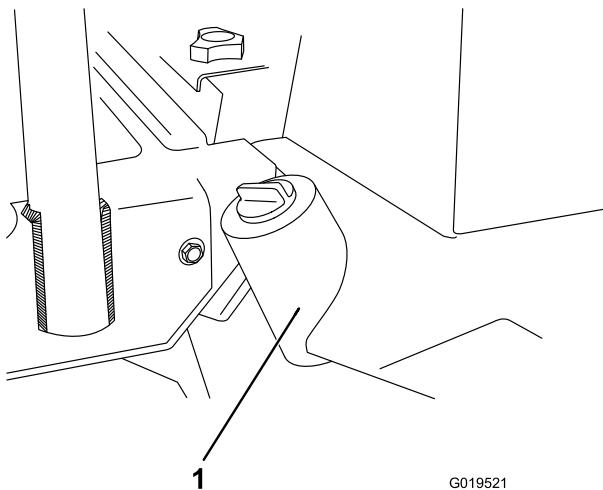

図 77
2. タンクの底についているドレンプラグ図77を外して油圧オイルを容器に受ける。オイルが全部流れ出たらプラグを元通りに取り付ける。